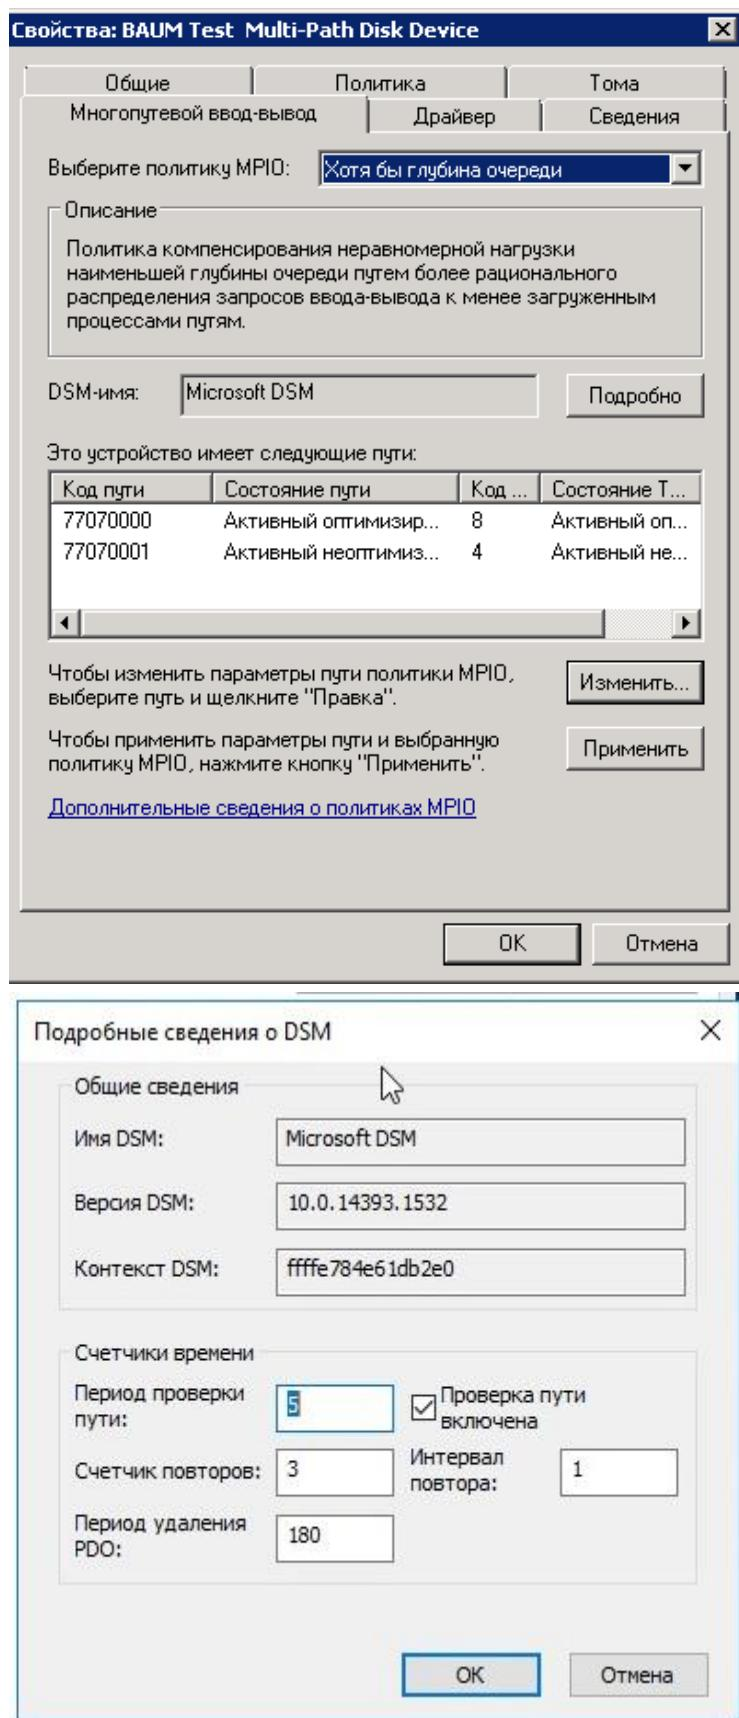

Рисунок 152. Настройка MPIO
3. В разделе «Управление дисками» панели «Управление компьютером» нажмите правой кнопкой мыши по созданному диску. В окне «Свойства: наименование диска» на вкладке «Многопутевой вывод» выбрать политику MPIO «Хотя бы глубина очереди» (см. Рисунок 152). Затем перейти на вкладку «Драйвер» и нажать кнопку «Подробно». В окне «Подробные сведения о DSM» задать рекомендуемые параметры, которые должны совпадать с ПТК.БАУМ. На этом настройки завершены. Рекомендуемые параметры для DSM модуля показаны на следующем рисунке (см. Рисунок 152).